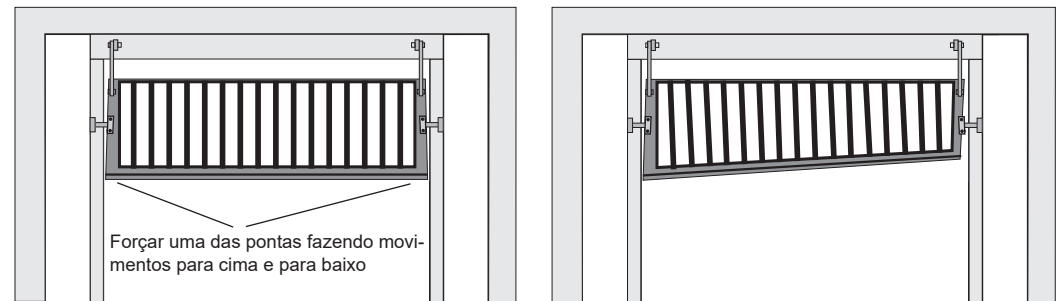

FIG.01 - Verificando torção excessiva
- Forçe cada uma das pontas inferiores da folha do portão e verifique se há torção excessiva (fig.01), caso haja o problema, o portão deve ser corrigido/reforçado.